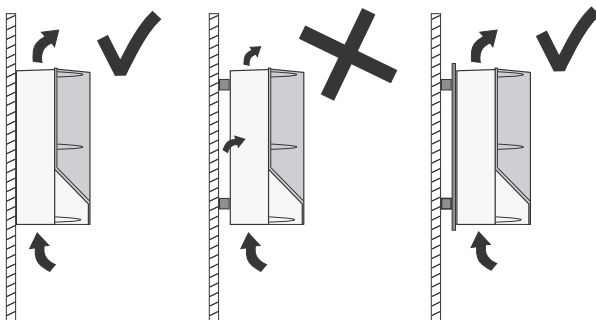

Fig. 3 CUE posé directement sur mur ou fixé avec une plaque arrière.
- Fixer le CUE directement au mur ou bien avec une plaque arrière. Voir fig. 3.